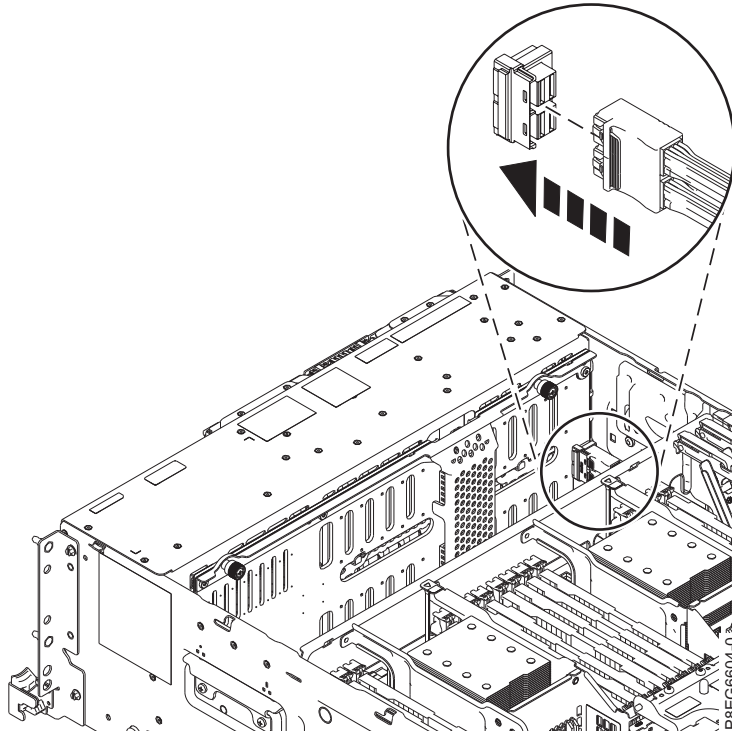

Figura 8. Reconectando o cabo SAS ao painel traseiro da unidade de disco
7. Reconecte o cabo SAS frontal à porta do conector no painel traseiro da unidade de disco, conforme mostrado na Figura 8 na página 11. Empurre o conector para dentro até que a trava do conector se encaixe. Organize os cabos junto à lateral do chassi.